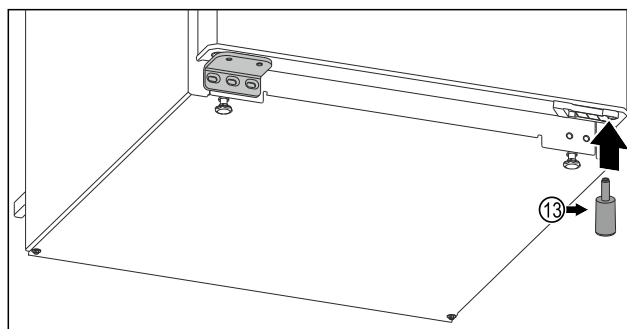

Fig. 18 *
- Reinserire il distanziatore Fig. 18 (13) a destra in basso nella porta in quanto risulta importante per la stabilità dell'apparecchio.*